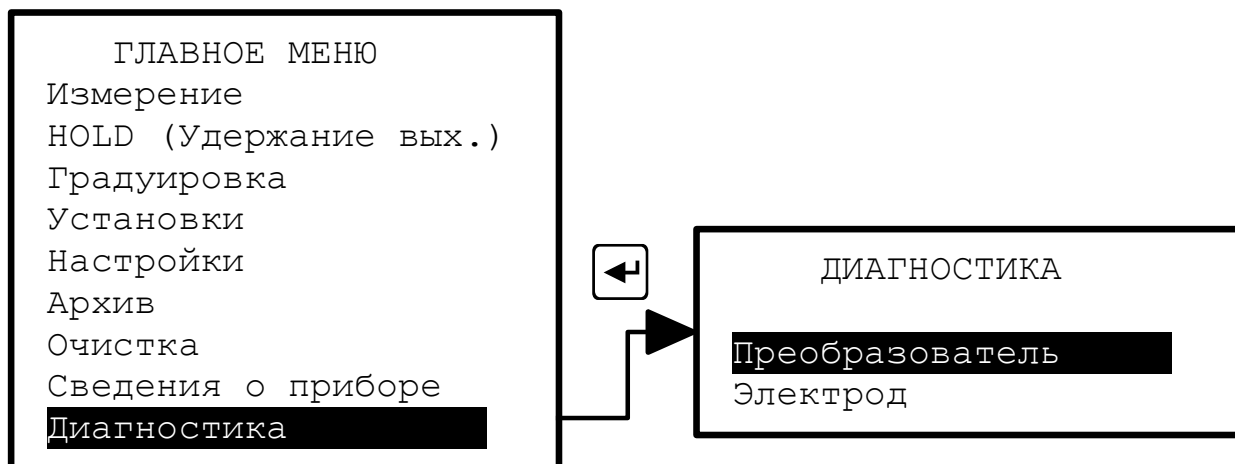

Рисунок 23 - Выбор режима «Диагностика»
3.3.9.1 В этом режиме можно протестировать состояние первичного преобразователя и неисправности рН-метра в целом (смотри Рисунок 23).